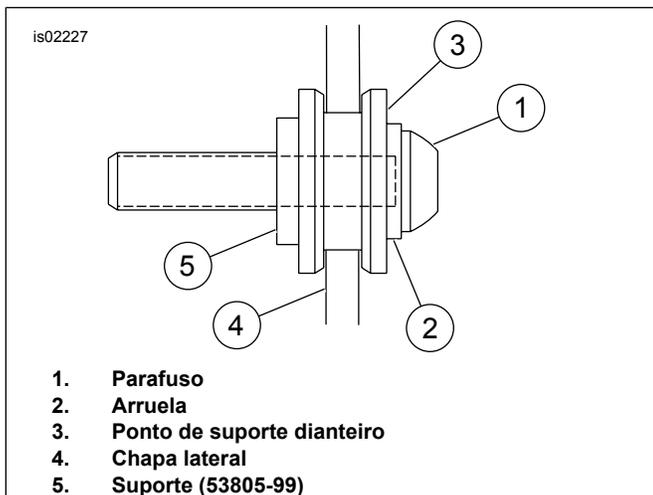

Figura 3. Chapa lateral e ponto de suporte dianteiro totalmente encaixados
2. Veja Figura 3. Enquanto você está parado atrás da motocicleta, coloque as ranhuras dianteiras do encosto nos pontos de suporte dianteiros. Certifique-se de que as ranhuras assentem totalmente nos pontos de suporte dianteiros.